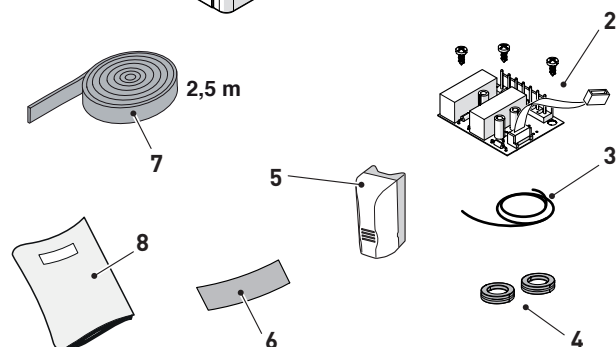

Fig. 14
- coloque la tarjeta (SC1) y fíjela con los tres tornillos (8)
- conecte el cable plano (FC) a la tarjeta de la caldera (SC2) (véase el esquema de la Fig. 14)
- monte los dos pasacables (9) y (10), incluidos de serie, en los agujeros previstos del panel inferior de la caldera
- introduzca por el primer pasacable (9) los cables procedentes de la bomba (PMI) y de la bomba de calor (PDC) y conéctelos a la tarjeta de dos relés (véase el esquema de la Fig. 14)
- vuelva a montar el panel de cierre (6) y fíjelo enroscando el tornillo (5)
- vuelva a colocar el cuadro de mandos (4) en su posición original y fíjelo con los tornillos (3) quitados previamente
- conecte los cables del termostato de ambiente (TA), de la sonda externa (SE) y de la sonda (SMI) al tablero de bornes (12) (véase el esquema de la Fig. 14)